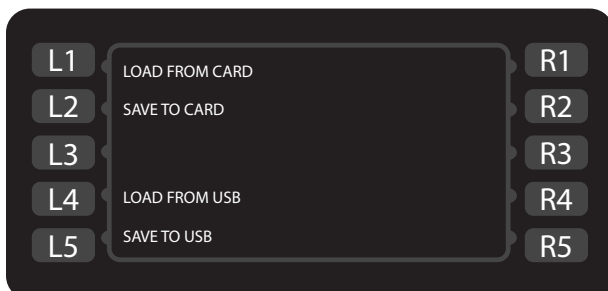

Figure 19 : Écran Load Menu (Charger menu)
Dans l'écran 2 du INFO MODE (MODE INFO) (Figure 9, page 13), appuyez sur la touche de fonction R1 pour accéder à l'écran Load Menu (Charger menu) (Figure 19).
2. Appuyez sur la touche de fonction L1 (Figure 19).
4. Appuyez sur la touche de fonction L4 (Figure 19).
2. Appuyez sur la touche de fonction L2 (Figure 19).
2. Appuyez sur la touche de fonction L5 (Figure 19).